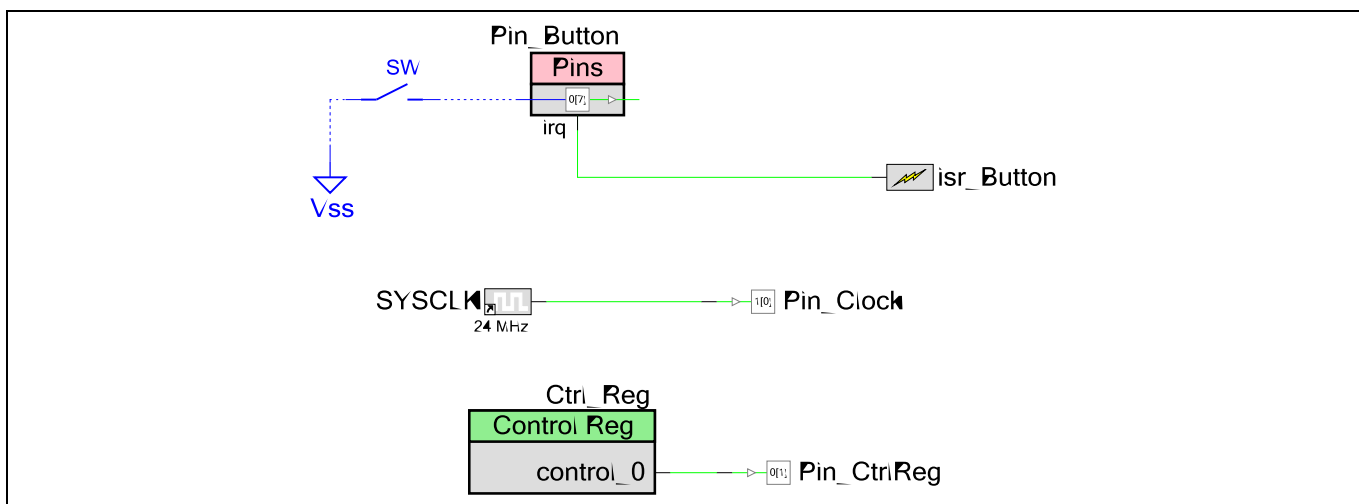

Figure 81 ディープスリープ終了時のグリッチを回避
2. 以下の表のように各コンポーネントを設定してください。Figure 81 に示すように、コンポーネントを接続してください。